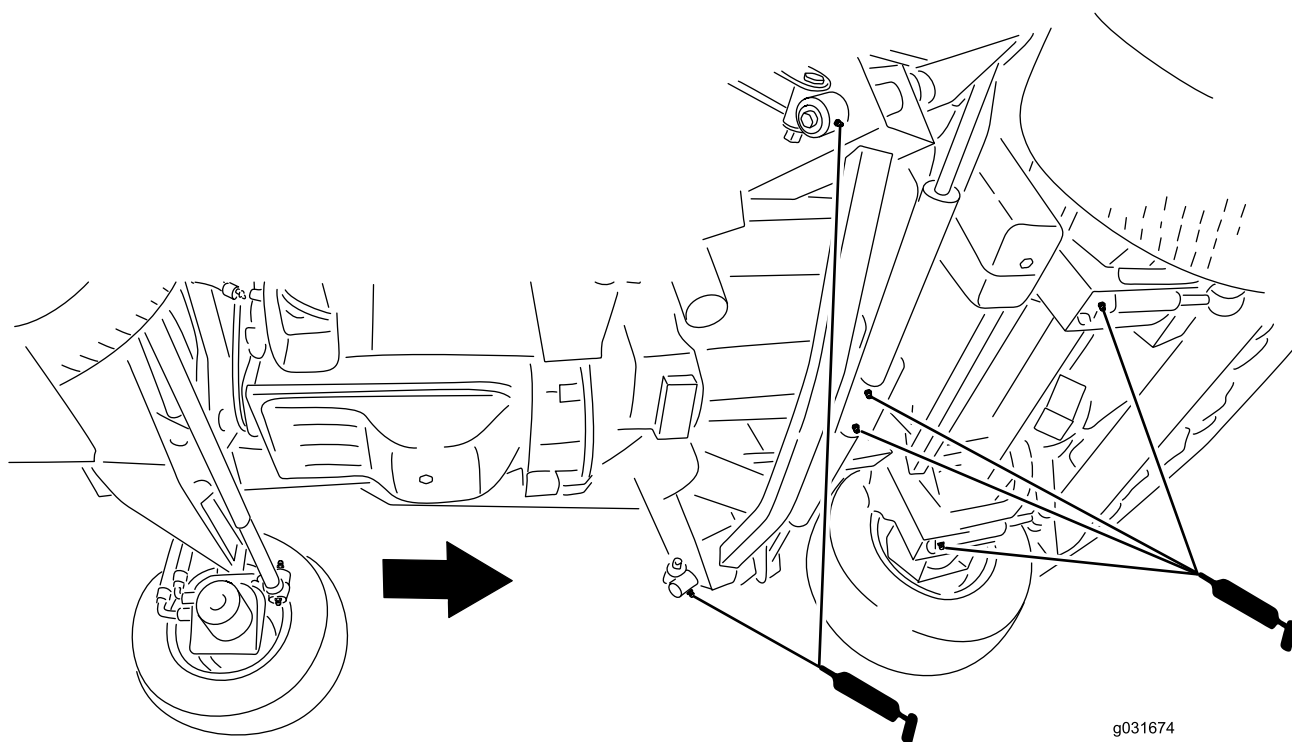

Figura 80
- 2 braços de impacto (Figura 80)
- 2 articulações do cilindro de elevação da plataforma frontal (Figura 80)
- 2 articulações do cilindro de elevação da plataforma lateral (Figura 80)